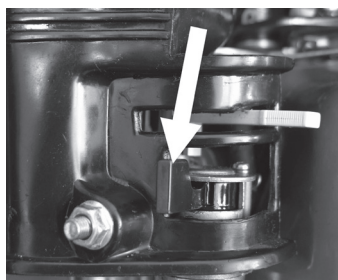

Abb. 11
2. Schließen Sie den Kraftstoffeinlass, indem Sie den Hebel des Kraftstoffhahns nach links bewegen (Abb. 11) geliefert.